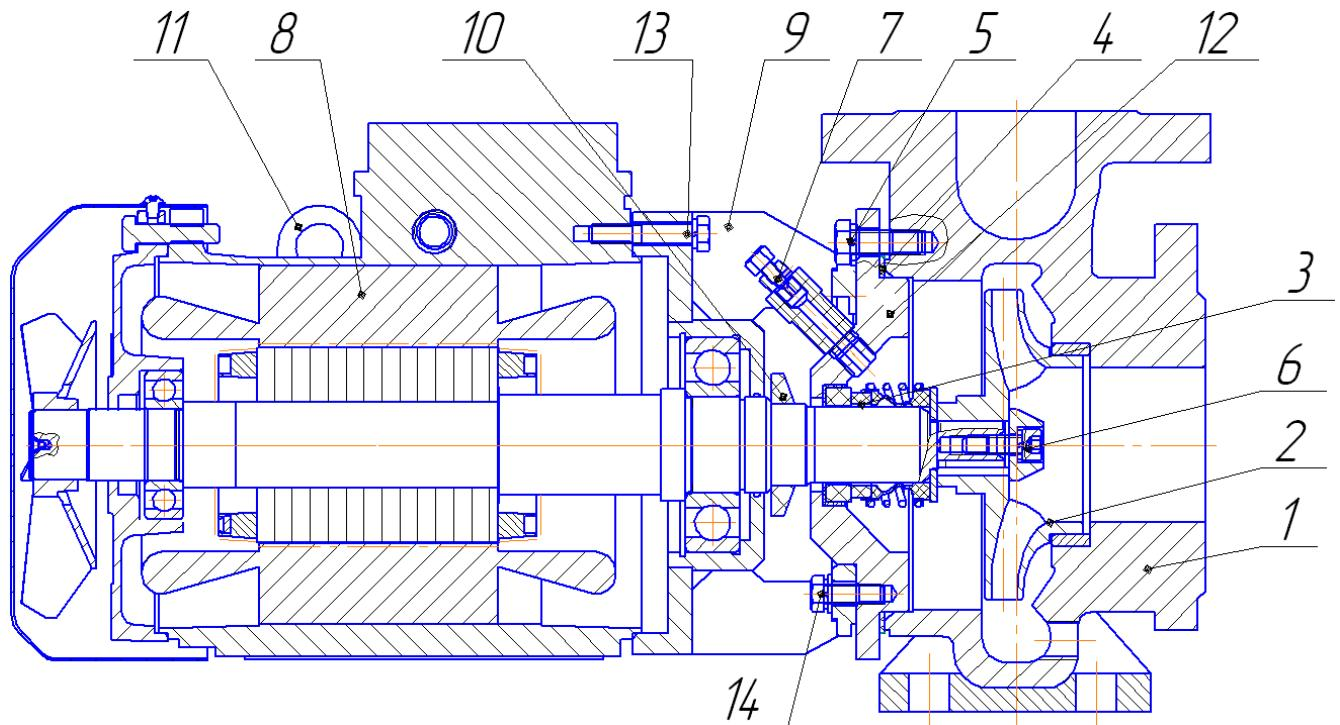

Рис. 3. Электронасос ЦМК - Ex.
3. Открутить болты поз. 5. (рис. 3) соединяющие проставку (фланец) поз. 9 (12) с корпусом спиральным поз. 1;